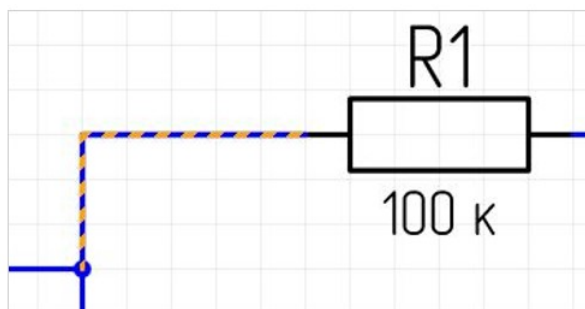

Рис. 70 Проводник на схеме
- Проводник – участок цепи между парой точек. Проводник обычно проложен между выводами УГО и/или точками соединений, см. Рис. 70;